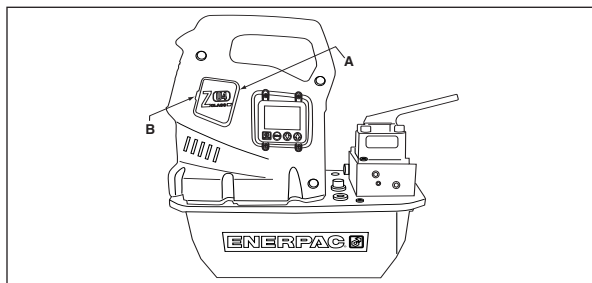

Fig. 8, smontaggio coperchietto spazzole
- Svitare entrambi i coperchietti delle spazzole (A) flettendo il dispositivo di chiusura del coperchietto (B) e smuoverlo delicatamente con una leva verso l'esterno (vedere la Fig. 8).